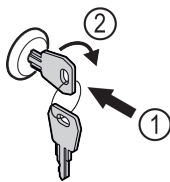

Fig. 131 Ilustrační zobrazení
- ▶ Klíč zasuňte dovnitř Fig. 131 (1).
- ▶ Otáčejte klíčem o 90° ve směru hodinových ručiček Fig. 131 (2).